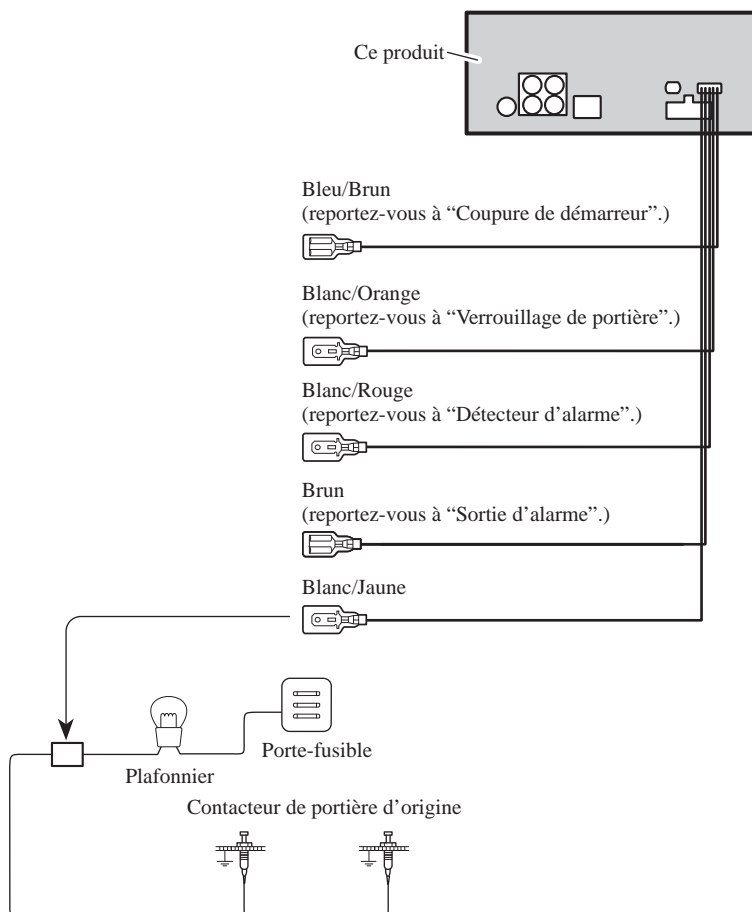

Fig. 4
- **Blanc/Jaune (Contacteur de portière, DOOR SWITCH) (Fig. 4 et 5)**